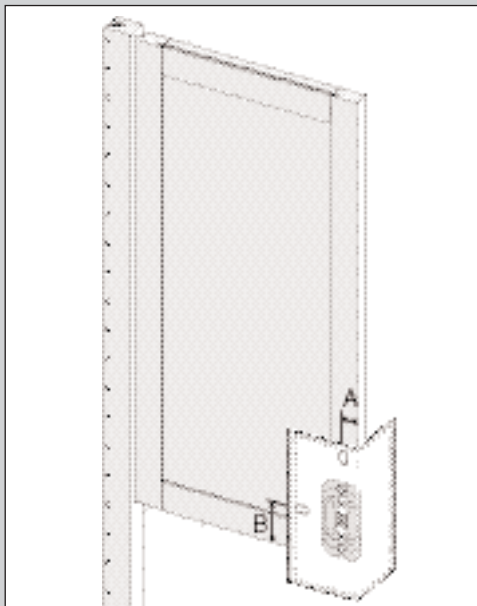

ABBILDUNG 31
2. Bestimmen Sie den gewünschten Abstand A zwischen der Griff-/Knopfmittle und der Türseite (siehe Abb. 31).